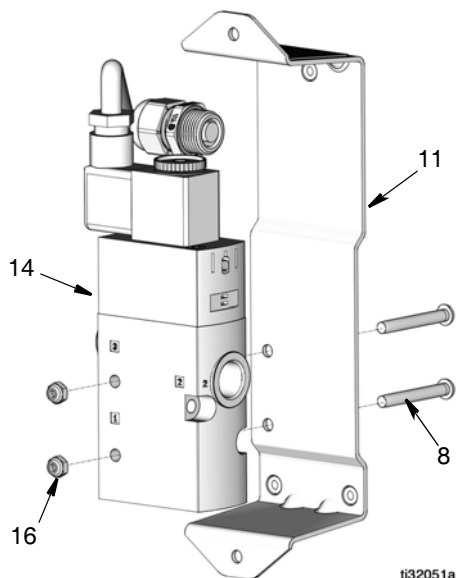

FIG. 3
4. Remova os dois parafusos (8) e porcas (16) mantendo a válvula solenoide (14) no suporte (11) e remova-a (FIG. 3).